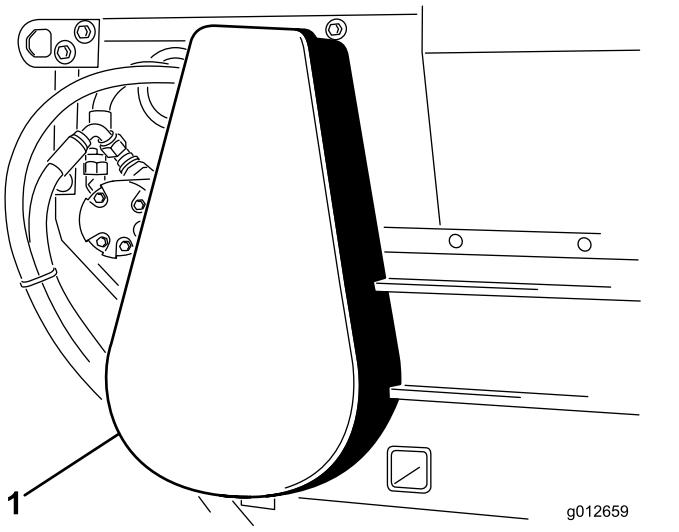

Рисунок 39
- Установите крышку цепи (Рисунок 39).